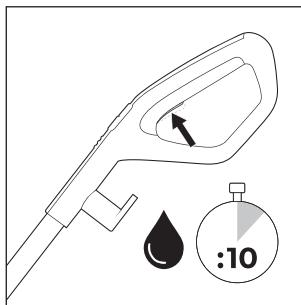
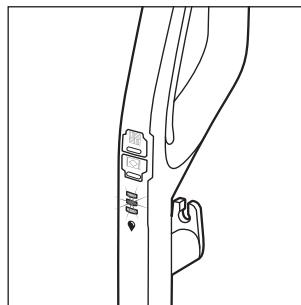

Fig. 14
Fig. 15
- ◆ Avant chaque utilisation, maintenez l'interrupteur solution de nettoyage ⑮ appuyé pendant env. 10 secondes, pour que le rouleau brosse ⑥ soit opérationnel avec la solution de nettoyage (voir fig. 14). Le voyant de solution de nettoyage ⑮ ⑯ clignote en alternance en bleu, lorsque l'interrupteur solution de nettoyage ⑮ ⑯ est maintenu appuyé (v. fig. 15).